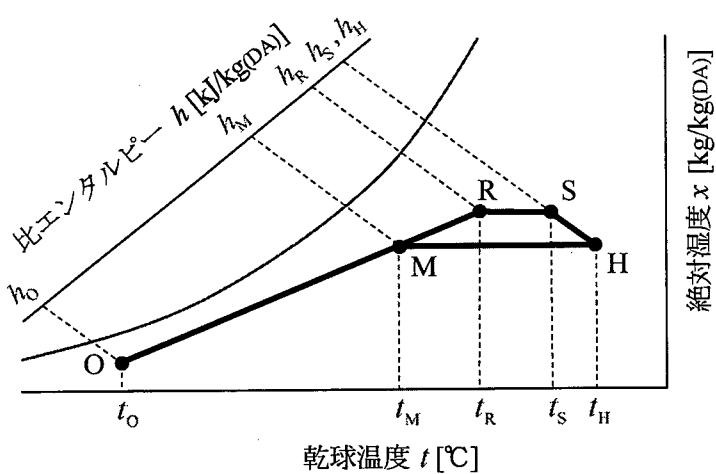
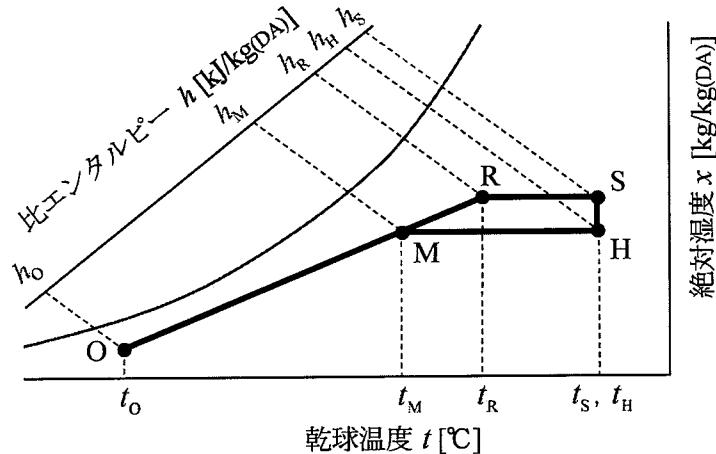

図1 暖房時の空調プロセス（その1）
図2 暖房時の空調プロセス（その2）
(3) 図1及び図2は、暖房時の空気調和のプロセスを湿り空気線図 ($h-x$ 線図) 上に表したものである。ここで、図中のRは室内空気、Sは空調機の吹出し空気、Oは外気、Mは室内空気と外気の混合空気、Hは空調機の加熱コイル通過後の空気の各々の状態点を示している。なお、単位の kg(DA) は乾き空気の質量を示す。
3) 図 1 と 図 2 の違いは、加湿方式の違いによるものである。この場合、10 を行う場合の
ア 図 1 は蒸気加湿、図 2 は水噴霧加湿
イ 図 1 は水噴霧加湿、図 2 は蒸気加湿
ウ 図 1 は蒸気加湿、図 2 は加湿なし
エ 図 1 は加湿なし、図 2 は水噴霧加湿